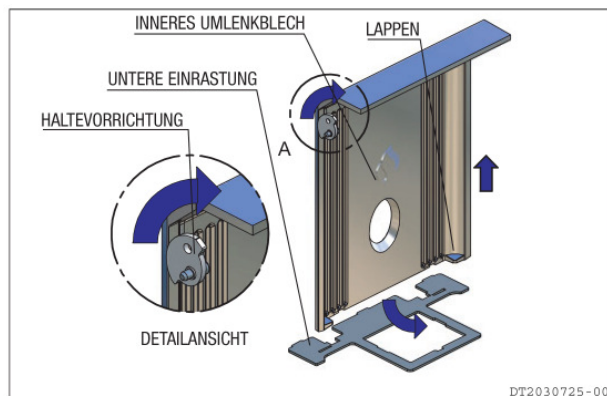

Abb. 24 Hintere Umlenkplatte lösen
- Die Haltevorrichtungen an der inneren Umlenkplatte lösen. (Abb. 24)